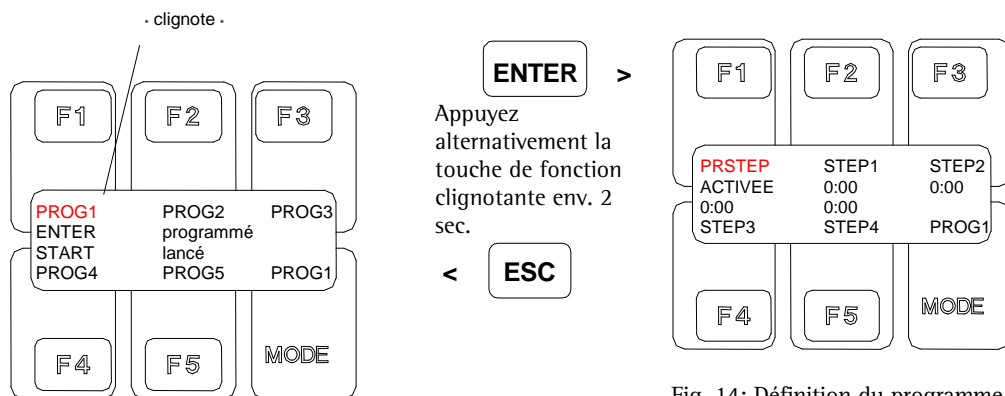

Fig. 14: Définition du programme
- La figure 14 (définition du programme) affiche si la PRSTEP est „ACT“ ou „INACT“. Par ailleurs, la durée de la step est affichée.
Sélection des différentes „STEPS“ (Fig. 14):